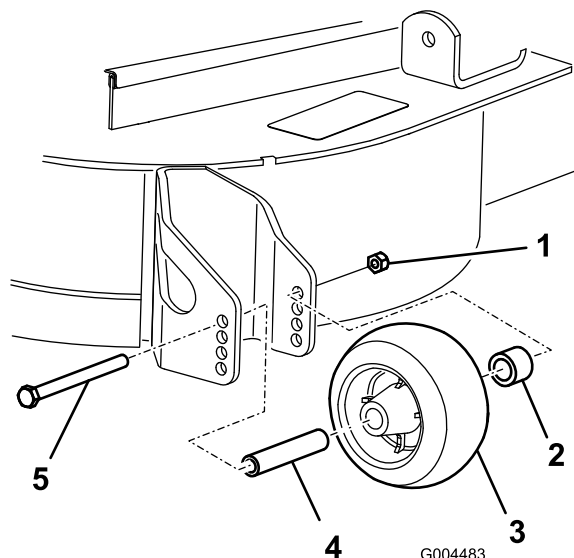

図 8
3. 刈高を変更後、ローラのフランジナット、ブッシュ、スペーサ、ボルトを外して（図 8）、ローラの高さ調整を行う。
5. フランジナット、ブッシュ、スペーサ、ボルトを取り付ける。54-61 Nm (5.5-6.2 kg.m=40-45 ft-lb) にトルク締めする（図 8）。